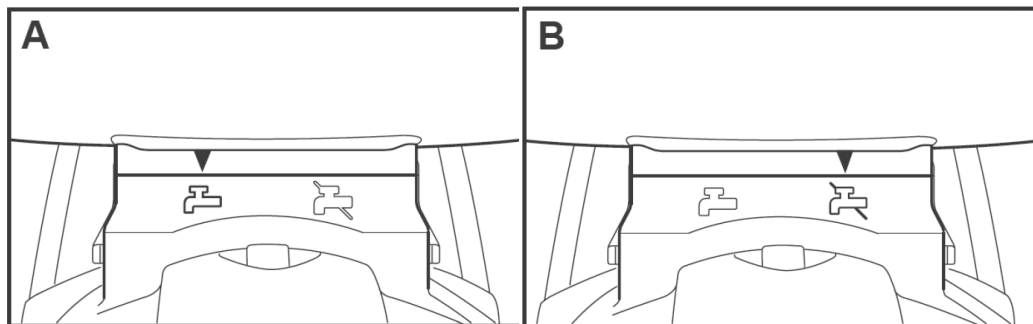
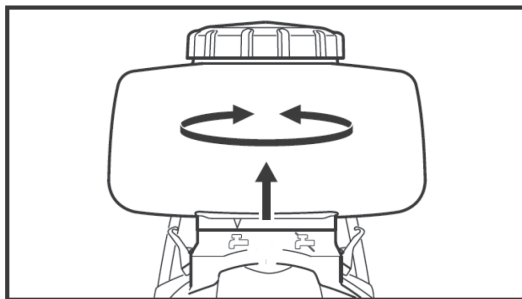

Рис. 31
Рис. 33
2. Метка на корпусе находится в режиме «А» (рис. 31).
Для удобства работы, установленные режимы, отображаются метками на корпусе распылителя (рис. 31).
- Снимите и переверните бак (рис. 33), чтобы метка на корпусе встала в положение «В» (рис. 31).
2. Метка на корпусе находится в режиме «В» (рис. 31).